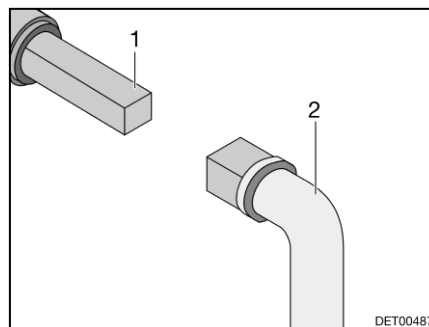

Fig. 159 Utilizzo del rubinetto di scolo delle acque grigie
- Inserire la chiave (Fig. 159,2) sul perno quadro (Fig. 159,1).